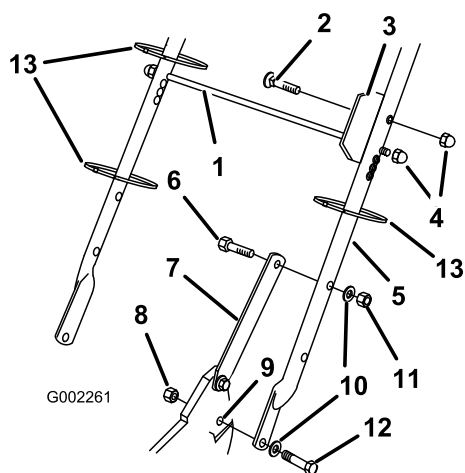

Figura 3
contratuercas con inserto fino de nylon (5/16 pulgada) (Figura 3).
- Fije los soportes del manillar al manillar con dos pernos de (5/16 x 1-1/2 pulgadas), arandelas, y contratuercas con inserto fino de nylon (5/16 pulgada) (Figura 3).
- Instale el perno de cuello cuadrado a través de la chapa de alineación de la bolsa y el segundo hoyo del lado izquierdo del manillar, y fíjelo con una contratuercas de caperuza (Figura 3).
- Deslice la varilla de soporte de la bolsa a través de la chapa de alineación de la bolsa, y por los taladros de montaje que están en tercera posición contando desde arriba del manillar, y fije cada extremo con una contratuercas de caperuza (Figura 3).
- Utilice sujetacables para fijar los cables de control al manillar (Figura 3).